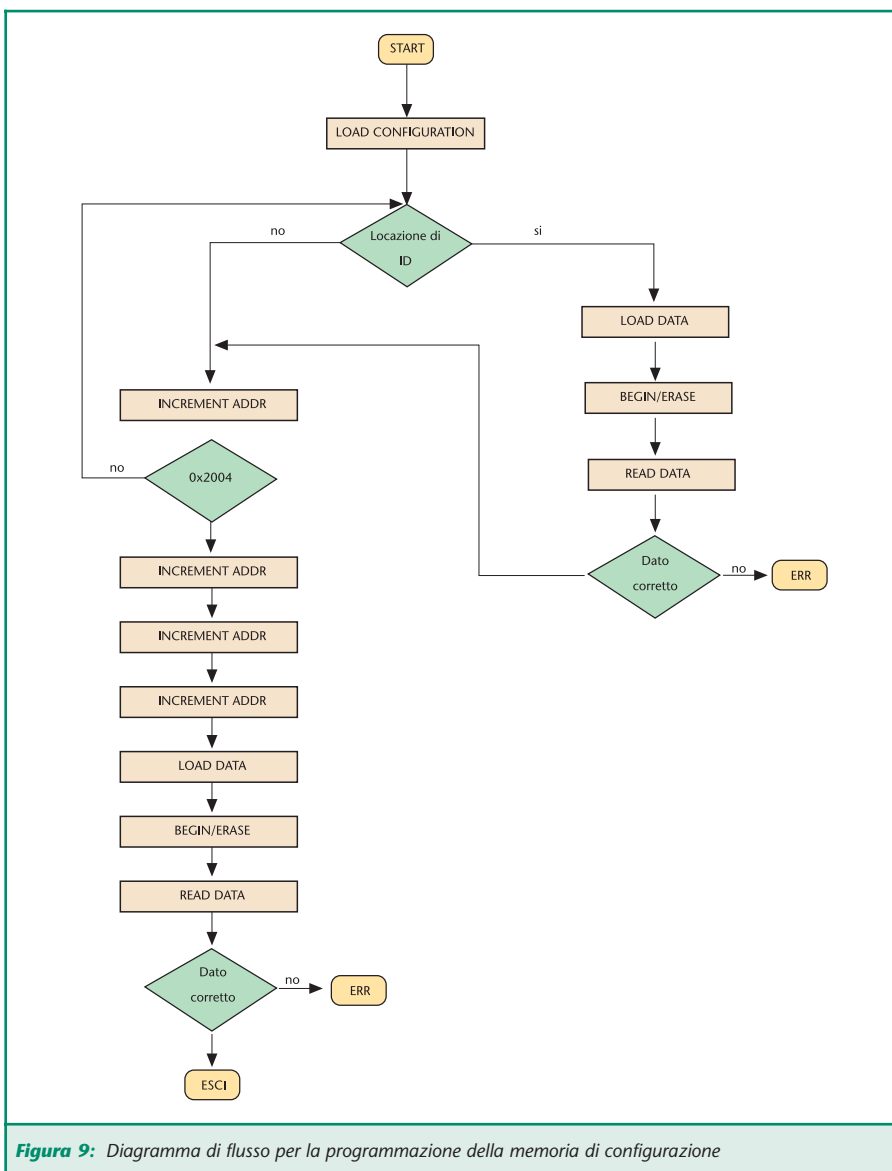

Figura 9: Diagramma di flusso per la programmazione della memoria di configurazione
La prima cosa che dobbiamo fare è inviare il comando LOAD CONFIGURATION tramite il quale il Program Counter (PC) viene caricato con l'indirizzo 0x2000 consentendoci l'accesso alla memoria di configurazione, successivamente occorre scrivere il contenuto delle locazioni di ID (sempre con il medesimo meccanismo LOAD DATA, BEGIN/ERASE, READ DATA), quindi saltare le locazioni riservate e quella contenente il device ID e finalmente scrivere la parola di configurazione. Il diagramma di flusso di questo algoritmo è riportato in figura 9.